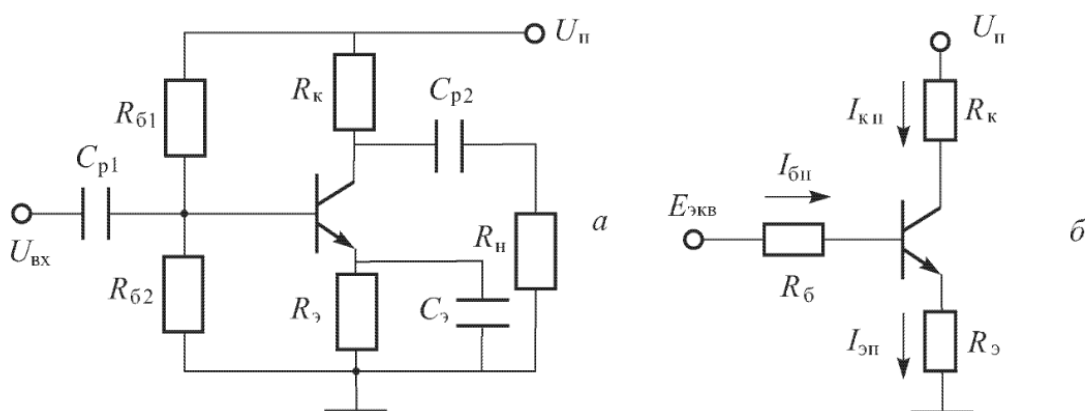

Рисунок 1 – Эквивалентная схема резисторного усилителя
1. Определить точку покоя резисторного усилителя (рисунок 1) на транзисторе КТ 3176 А9, если: $U_n = 10$ В, $R_k = 19,5$ Ом, $R_3 = 0,5$ Ом, $R_{61} = 385$ Ом, $R_{62} = 40$ Ом, $h_{21э} = 180$. Характеристики транзистора приведены на рис. П.3. Определить дифференциальный параметр $h_{11э}$ в точке покоя.
2. Определить точку покоя резисторного усилителя (рисунок 1) на транзисторе 2Т 860 А, если: $U_n = 16$ В, $R_k = 9$ Ом, $R_3 = 1$ Ом, $R_{61} = 650$ Ом, $R_{62} = 100$ Ом, $h_{21э} = 140$. Характеристики транзистора приведены на рис. П.1. Определить дифференциальный параметр $h_{11э}$ в точке покоя.
3. Определить точку покоя резисторного усилителя (рисунок 1) на транзисторе 2Т 860 А, если: $U_n = 24$ В, $R_k = 19$ Ом, $R_3 = 1$ Ом, $R_{61} = 900$ Ом, $R_{62} = 100$ Ом, $h_{21э} = 130$. Характеристики транзистора приведены на рисунке 1. Определить дифференциальный параметр $h_{11э}$ в точке покоя.